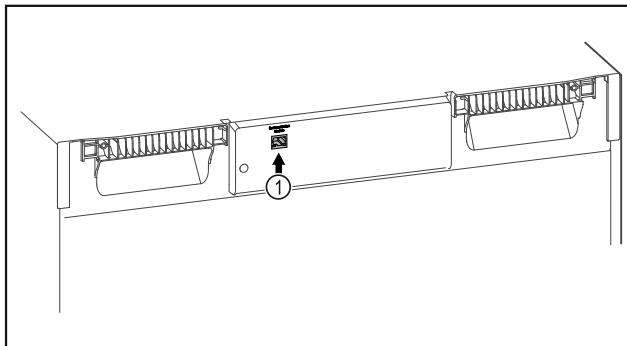

Fig. 142
Se utiliza SmartModule Fig. 142 (1).